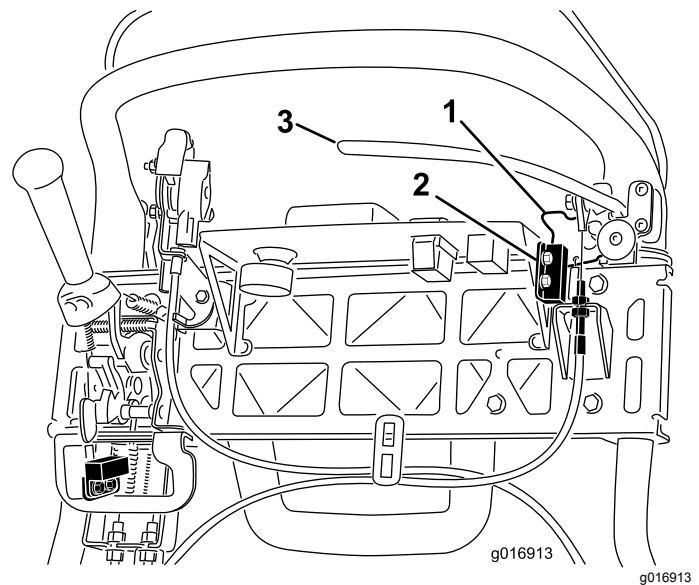

Bild 45
4. Lockern und entfernen Sie die Befestigungen des Sicherheitsschalters (**Bild 45**).
5. Legen Sie eine 1,6 mm dicke Unterlegscheibe zwischen den Feststellbremsriegel und den Sicherheitsschalter (**Bild 45**).
4. Lösen Sie zum Erhöhen der Kabelspannung die obere Kabelklemmmutter und ziehen die untere an (Bild 45), bis eine Kraft von 156 N zum Lösen des Feststellbremsriegels auf den Bremshebel aufgebracht werden muss.